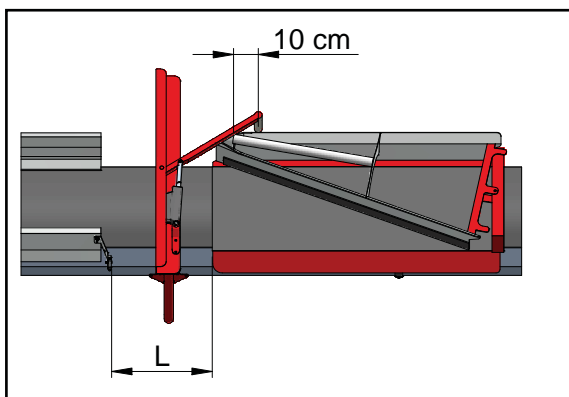

Fig. 29
- **Vending** – Her justeres plassering på skrapen ved vending. Vendearmen skal treffe 10 cm inn på røret. **Se Fig. 29**
- **Fotocelle** – kjør skrapen så langt fram som mulig i manuell betjening. Mål opp avstanden (**L**) mellom fotocellen og fronten på skrapen. **Se Fig. 29** Skriv inn verdien.